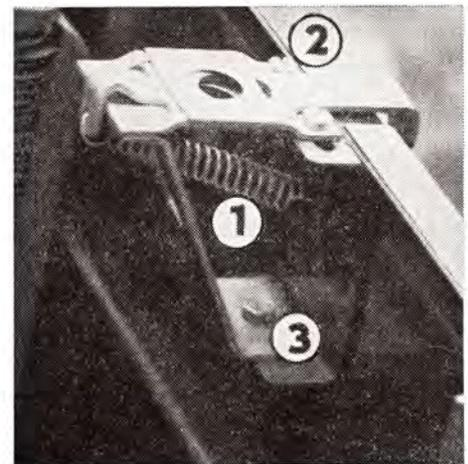

Abb. 28
1. Die Feder ist aus dem Läufer (Abb. 28/1) herauszuziehen.
2. Zwei Schrauben M 6 (Abb. 28/2) am Läufer und eine Schraube M 6 (Abb. 28/3) auf der Konsole